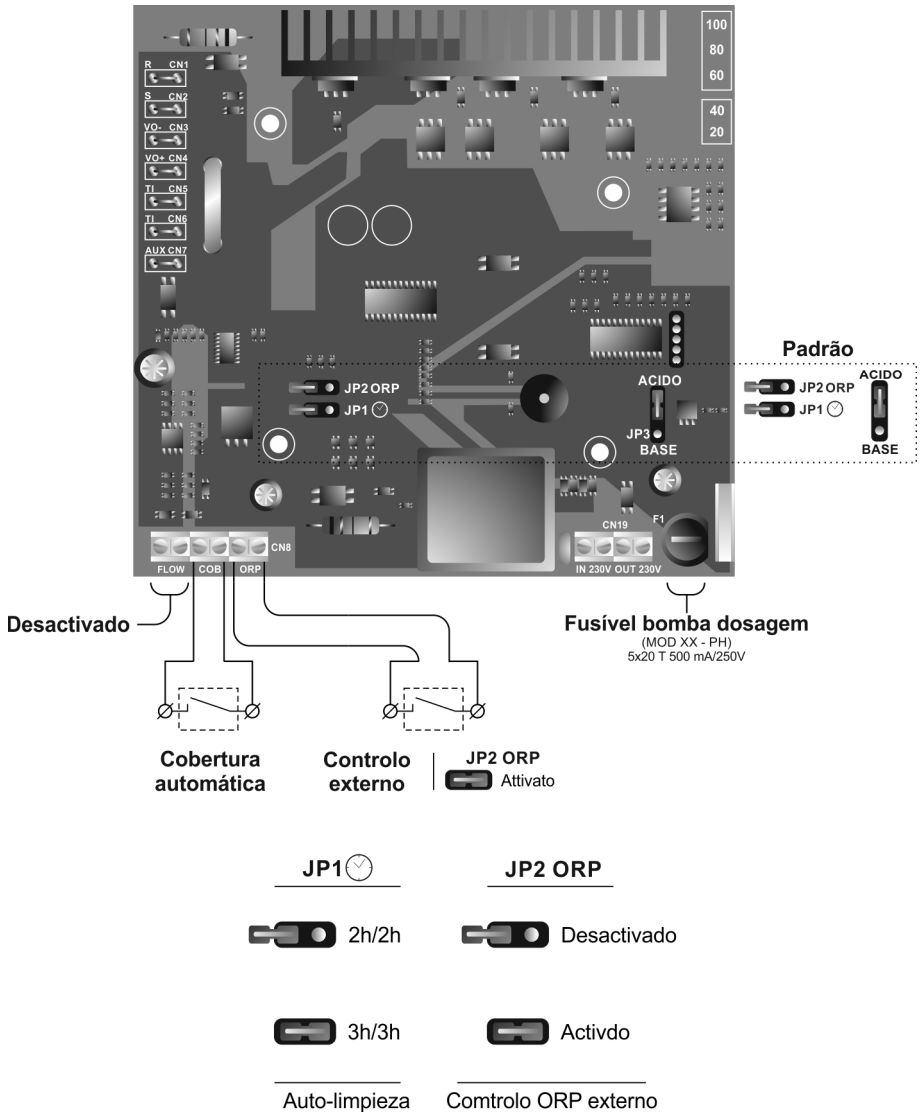

Fig. 11
- **Sistema de AUTOLIMPEZA DOS ELÉCTRODOS:** A frequência de inversão pode-se seleccionar através do jumper "JP1" situado na placa de controlo do sistema (Fig. 11). Esta configuração ficará efetiva quando o equipamento seja desconectado e conectado novamente.